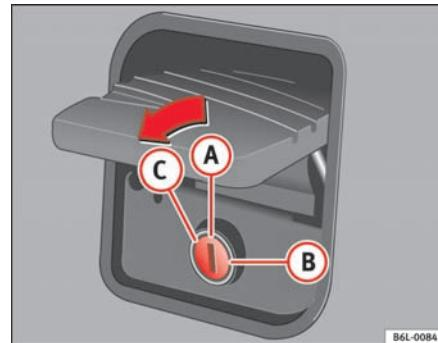

Fig. 50 Cerradura del
- Tire de la maneta y levante el portón \Rightarrow fig. 49. El ojo de la cerradura debe estar en posición vertical \Rightarrow fig. 50 (a)
Con el ojo de la cerradura (a) \Rightarrow fig. 50 en posición vertical, el portón se abre y se cierra automáticamente mediante el cierre centralizado. Además el portón se puede abrir y cerrar con la llave.
Estando el ojo de la cerradura en posición horizontal (b) \Rightarrow fig. 50, una vez cerrado el portón trasero, queda permanentemente bloqueado y sólo se podrá abrir con la llave principal.
Para abrir el portón hay que girar la llave hasta el tope (c) \Rightarrow fig. 50 en el sentido de la flecha. En esta posición, la llave no podrá sacarse de la cerradura.